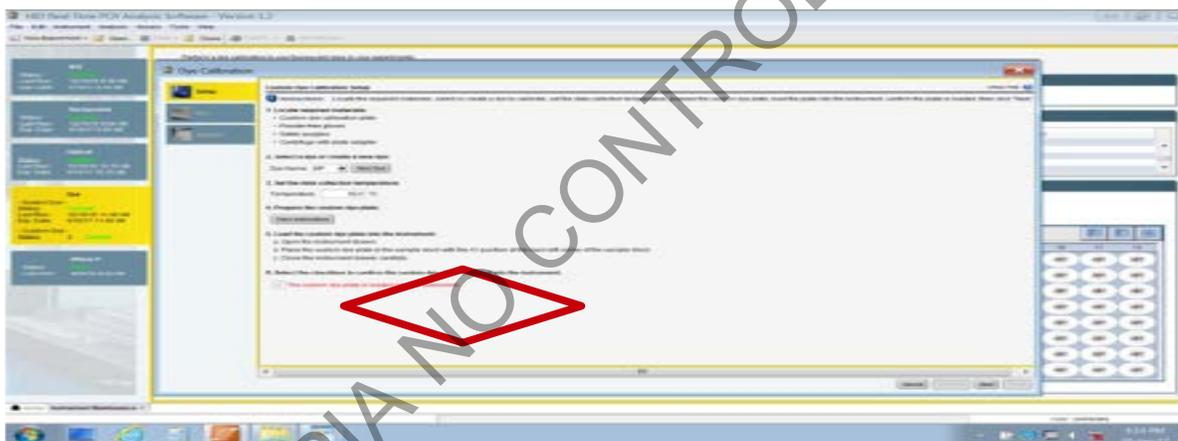

Figura 29. Pantalla con las opciones de calibración *Mustang purple*, ubicado en la lista desplegable *Dye name*.
7.4.4.13 Seleccione (colocando una marca) en el punto 6 del cuadro de dialogo. Ver figura 29.